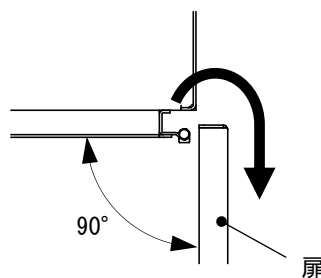

図1 扉の外し方
2. 扉の開角度を90°に保持したまま扉を蝶番から矢印の方向に外してください。（図1）